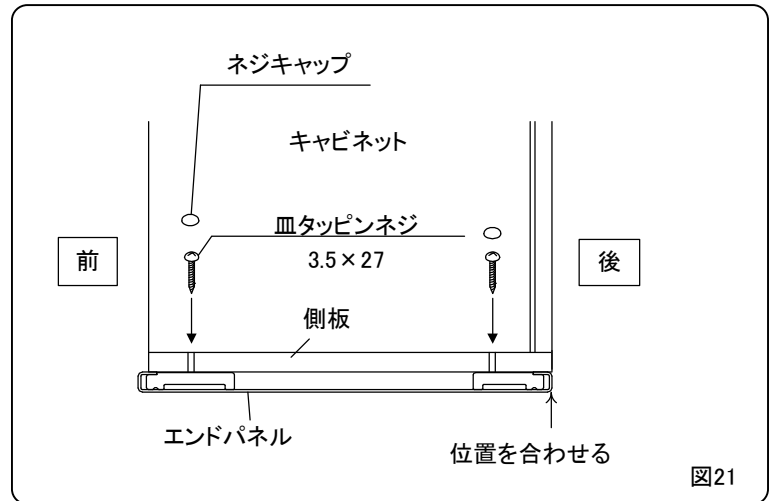

図21
④キャビネット後部に位置を合わせて、キャビネットの内側からネジ(皿タッピンネジ3.5×27)を打ち、ネジキャップをはめ込む。(図21)